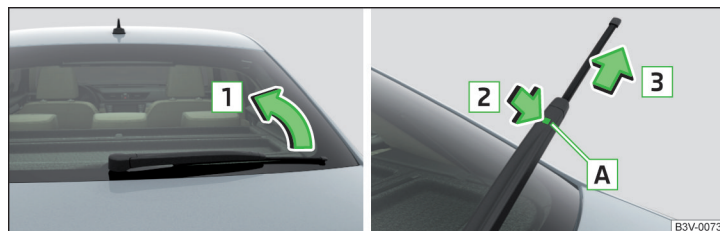

Fig. 355 Reemplazar la escobilla limpiacristales de la luna trasera
- Levantar la varilla del limpiaparabrisas del cristal en el sentido de la flecha **1** » fig. 355.